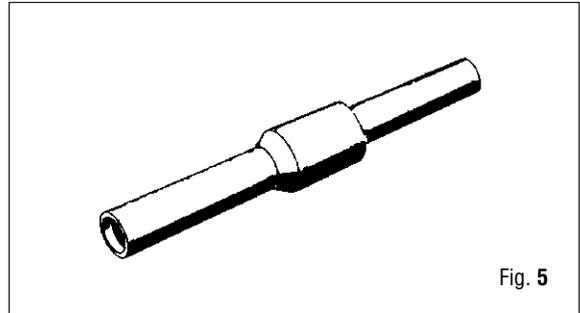
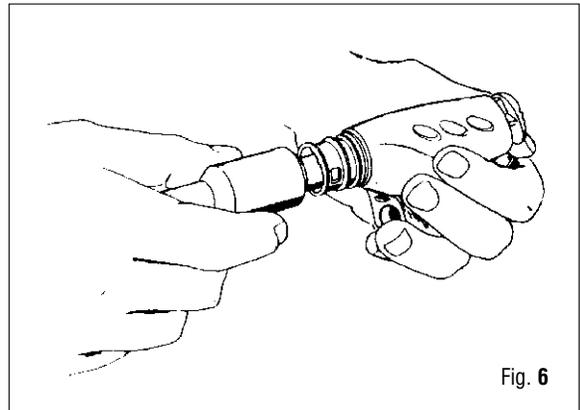

Fig. 5
Fig. 6
5. Introduzca la herramienta especial (cód.106190 - Fig.5) con el diámetro más pequeño, en el interior del cuerpo de mando (46) y extraiga el pulsador de descarga (52). (Fig. 6)
6. Al extraer la herramienta especial se libera el casquillo porta OR (49) con el OR (50).
7. Quite del casquillo porta OR (49) el OR (50).
8. Quite el OR (51) del pulsador de descarga (52).